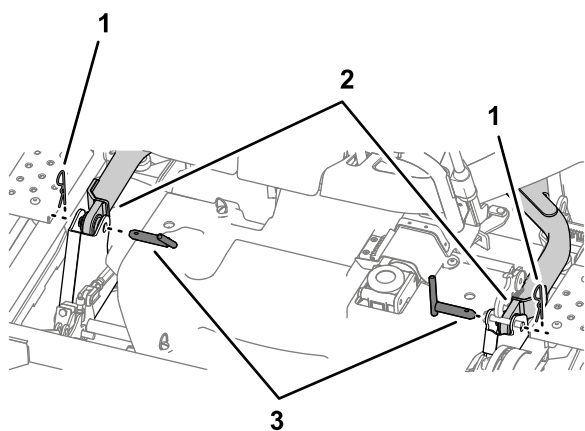

Рисунок 115
10. Снимите 2 шплинта и 2 шплинтуемых штифта, которые крепят подъемные рычаги к каждой стороне деки газонокосилки (Рисунок 115).
каждой стороны; см. Рисунок 115 в разделе Демонтаж деки газонокосилки \(страница 84\).